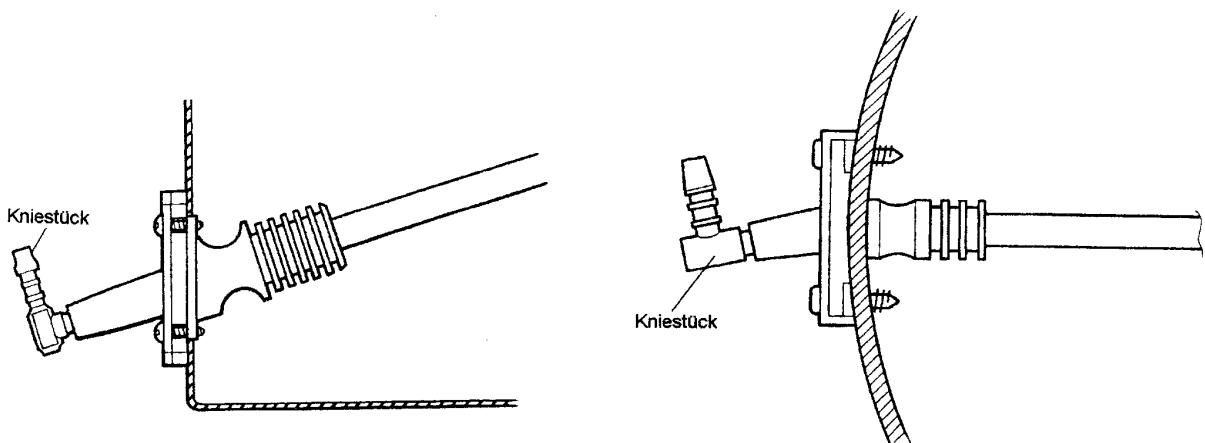

Abbildung 7 - Detail Adapter mit Kniestück
7. Die Druckanschlussstutzen werden auf die Enden der Rohre aufgedrückt. Die Richtung, in die der Stutzen zeigt, kann frei gewählt werden. (Abbildung 7).